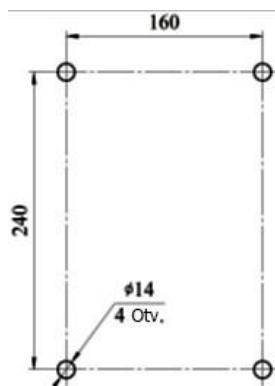

Bild 3
6.2 Die Aufhängung 8 kann unter der Decke (Bild 1) oder die Aufhängung 9 (Bild 2) kann an der Wand angebracht werden. Bitte markieren Sie die Stellen für die Befestigung der Aufhängung wie auf dem (Bild 3).